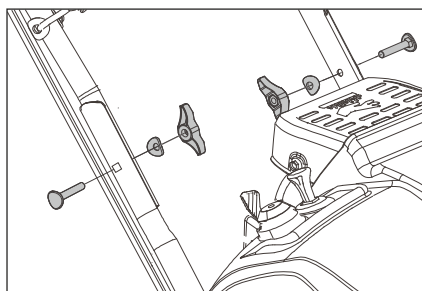

Рис. 2
- Установите рычаг включения шнека на рабочую рукоятку и натяните трос привода шнека, как показано на Рис.2.